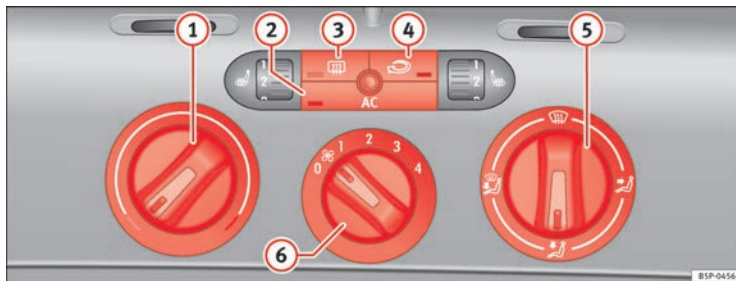

Abb. 108 In der Instrumententafel: Bedienelemente der Climatic
- Drehen Sie den Temperaturregler ⇒ Abb. 108 ① nach rechts, bis die gewünschte Heizleistung erreicht ist.